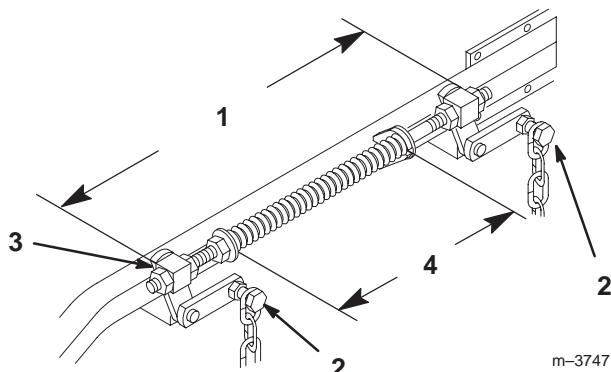

Figure 59
- Desserrez les 4 boulons de chaîne supérieurs dans les fentes. Vérifiez la longueur des ensembles tige/pivot. Il doit exister un écart de 496 mm entre l'extérieur du pivot arrière et l'extérieur du pivot avant (Fig. 59). Vérifiez que les quatre pivots bougent librement dans les trous.
- Réglez les ressorts de compression en tournant les écrous avant de façon à obtenir un écart de 279 mm entre les deux grandes rondelles (Fig. 59). Tournez les écrous dans le sens horaire pour raccourcir le ressort et dans le sens anti-horaire pour l'allonger.